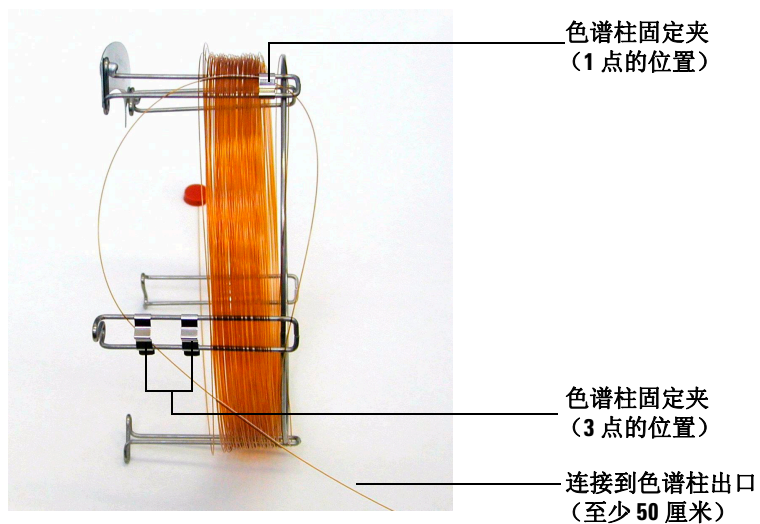

图 6 色谱柱穿过 3 点的位置
- 5 下一步，将色谱柱的出口穿过 3 点位置的固定夹，这样色谱柱的出口就会指向色谱柱架的背面。请确保在两个固定夹之间的色谱柱部分没有延伸到色谱柱标签上面。请参阅图 6。